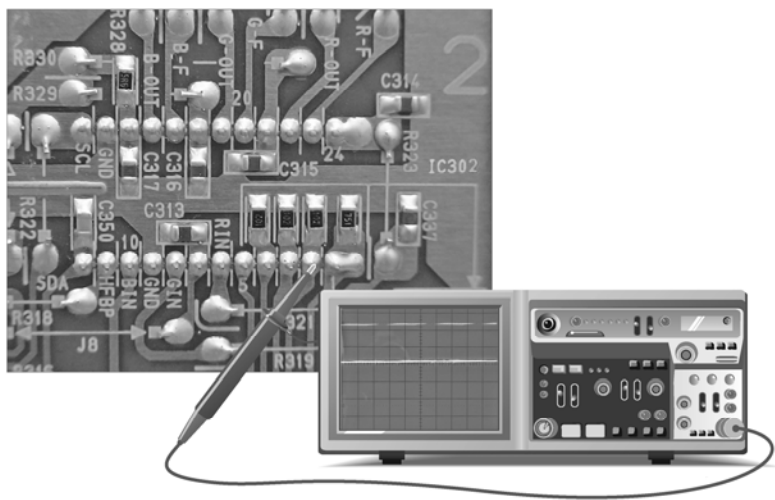

图 2-39 检测字符 R 信号的波形
将示波器探头放到视频预放集成电路 TDA4887PS 的②脚上, 对字符 R 信号进行检测, 适当调整示波器, 具体操作及信号波形如图 2-39 所示。